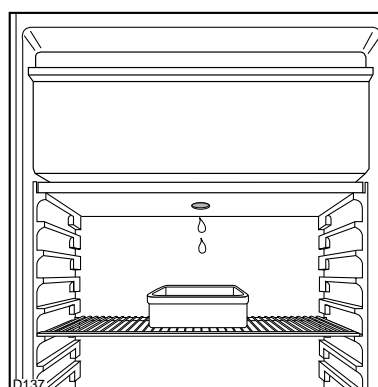

Fig. 5
- 4) Placez un récipient au-dessous de l'orifice du plateau d'écoulement de l'eau de dégivrage. (Fig. 5)
- 6) N'oubliez pas de vider l'eau recueillie dans le bac de dégivrage se trouvant à l'intérieur du bac à viande (voir Fig. 5).